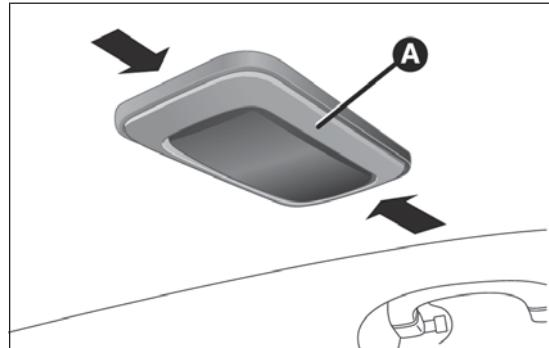

fig. 194
- agire nel punto indicato dalle frecce e rimuovere la plafoniera A fig. 194;
- rimontare la plafoniera A fig. 194 inserendola nella sua corretta posizione prima da un lato e quindi premendo sull'altro lato fino ad avvertire lo scatto di bloccaggio.